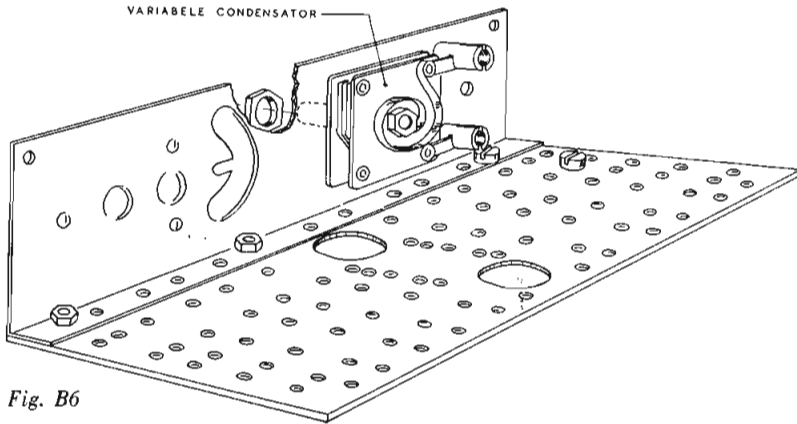

Fig. B6
3. Maak nu de variabele condensator vast aan de metalen montageplaat, die je al hebt vastgezet. Zorg er voor, dat de twee draadklemmen, die je zojuist hebt bevestigd aan de aansluitlippen, de montageplaat niet raken. De klemmen moeten recht voor de grote gaten komen. (Figuur B6.)